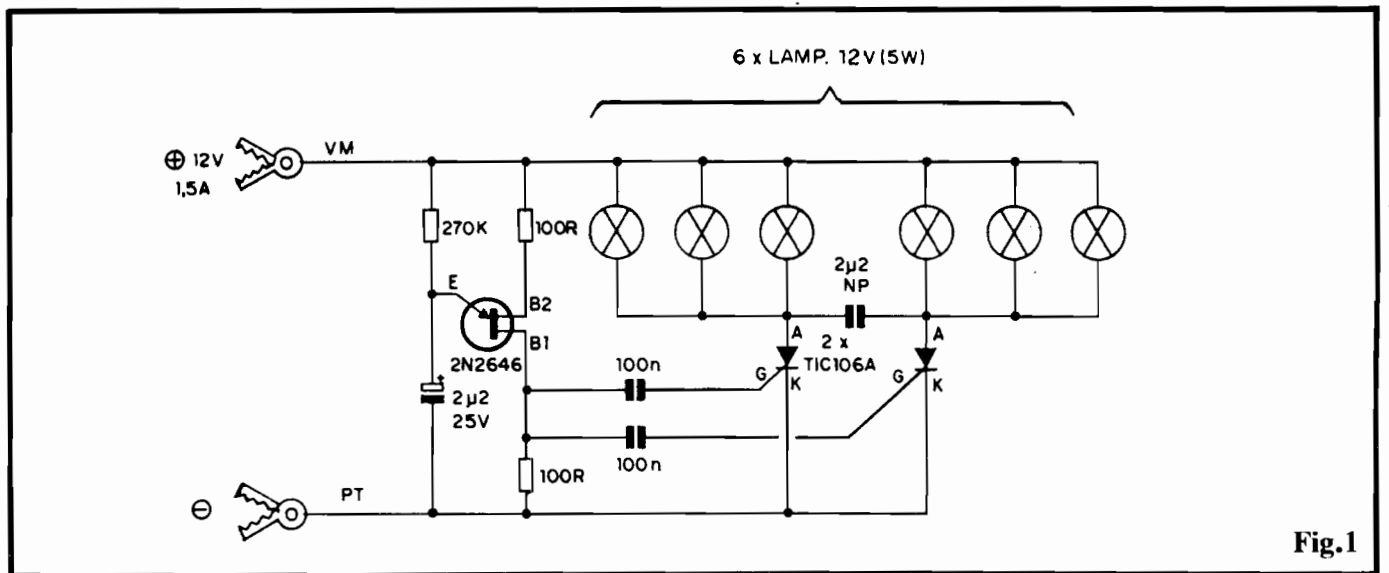

Fig.1
Optou-se, então, por uma solução circuital muito pouco convencional (veja a seguir, no texto referente a FIG. 1...), mas que atendeu a todos os citados requisitos, reduzindo drasticamente a quantidade de peças ativas e passivas e, por tal razão, mantendo as dimensões gerais em limites mínimos, conforme era desejado e conveniente...!
- FIG. 1 - DIAGRAMA ESQUEMÁTICO DO CIRCUITO - Conforme foi dito na abertura do texto, o circuito usa soluções de arranjo pouco convencionais... Primeiramente, em vez de centrar o conjunto num ASTÁVEL transistorizado, o núcleo ativo do circuito foi baseado num BI-ESTÁVEL tiristorizado, usando dois TIC106A em disposição simétrica, com a realimentação entre os dois módulos feita unicamente por um capacitor de 2u2 (não polarizado...). Ambos os SCRs são excitados, em gate, via capacitores de 100n, simultaneamente, pelos pulsos (cerca de 1,5Hz, com os valores atribuídos aos demais componentes...) recolhidos no terminal de base 1 de um TUJ (transistor unijunção) 2N2646. Este oscila em relaxação (como é estruturalmente convencional para o componente), com o auxílio do resistor de 270K e capacitor eletrolítico de 2u2 (estes componentes determinam o tempo da relaxação, ou seja, a frequência de oscilação...), além dos resistores de 100R "carregando" seus terminais de base 1 e base 2. Tal estrutura, simples e confiável, gera pulsos muito nítidos e agudos sobre o resistor de carga da base 1, os quais, conforme